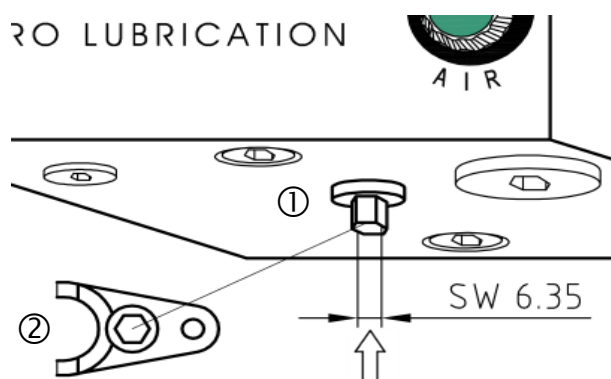

Fig. 17: Vite di sfiato ① su lato inferiore blocco dosatore – utensile ② con esagono incassato
8.2.2 Aprire la vite di sfiato (Fig. 17 ①) sul lato inferiore del blocco dosatore manualmente o con l'utensile di riparazione (Fig. 17 ② SW 6.35) eseguendo circa 2 giri e lasciare fuoriuscire il lubrificante fino a quando non sarà privo di bolle (durata: circa 5 secondi); in seguito, richiuderla completamente. Per la chiusura è sufficiente la rotazione manuale (bloccaggio o-ring). Per spurgare il sistema idraulico o svuotare il contenitore, è possibile svitare completamente la vite di sfiato.